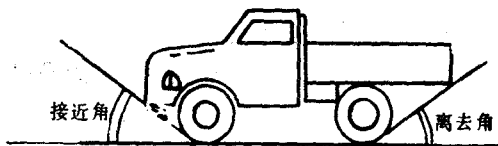

图5 汽车接近角、离去角示意图
2.离去角 自车身后部突出点向后轮引切线，其切线与地面之间的夹角叫离去角。它表示汽车离开障碍物时，不发生碰撞的可能性。如解放牌汽车离去角为 20° ，跃进牌汽车离去角为 32° ，东风EQ140型汽车为 23° 。接近角和离去角越大，汽车的通过性越好。但离地面的距离就要增高，如图5。